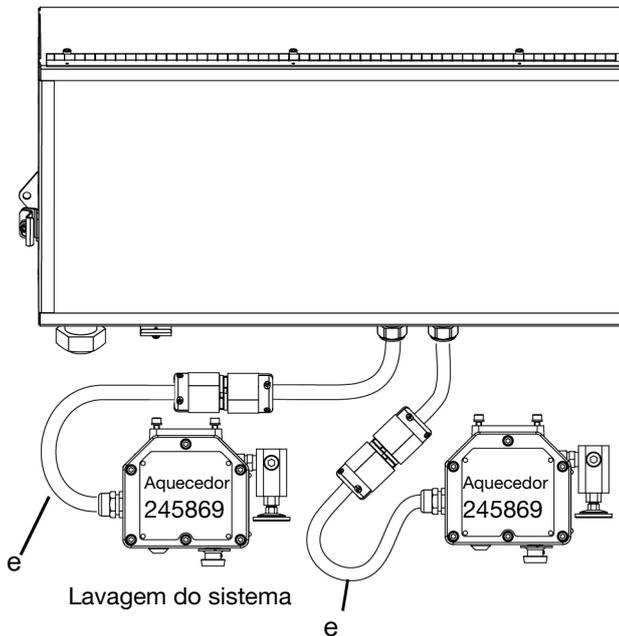

FIG. 16
- e. **Nos modelos para localização não perigosa:** Ligue os cabos de alimentação do aquecedor (e) para o aquecedor do tanque e o aquecedor de lavagem. Consulte a FIG. 16.